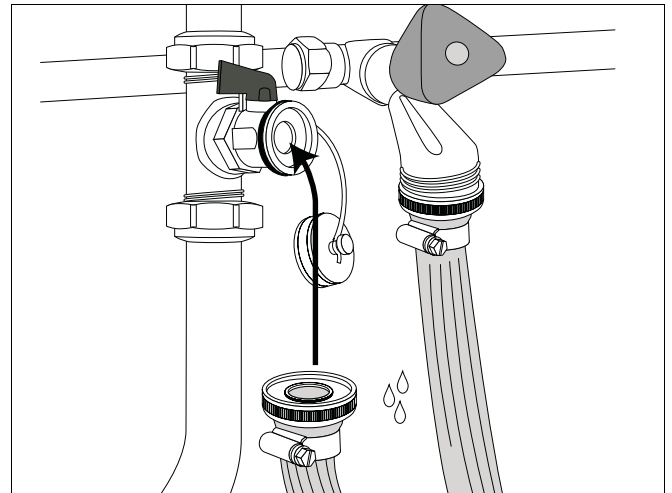

fig. 29 Vullen van de cv-installatie
- Verwijder de afdekdop van de vulkraan (→ fig. 29).
- Sluit de vulslang aan op de waterkraan en vul deze met water (→ fig. 29).
- Sluit de vulslang aan op de vul- en aftapkraan (→ fig. 29).